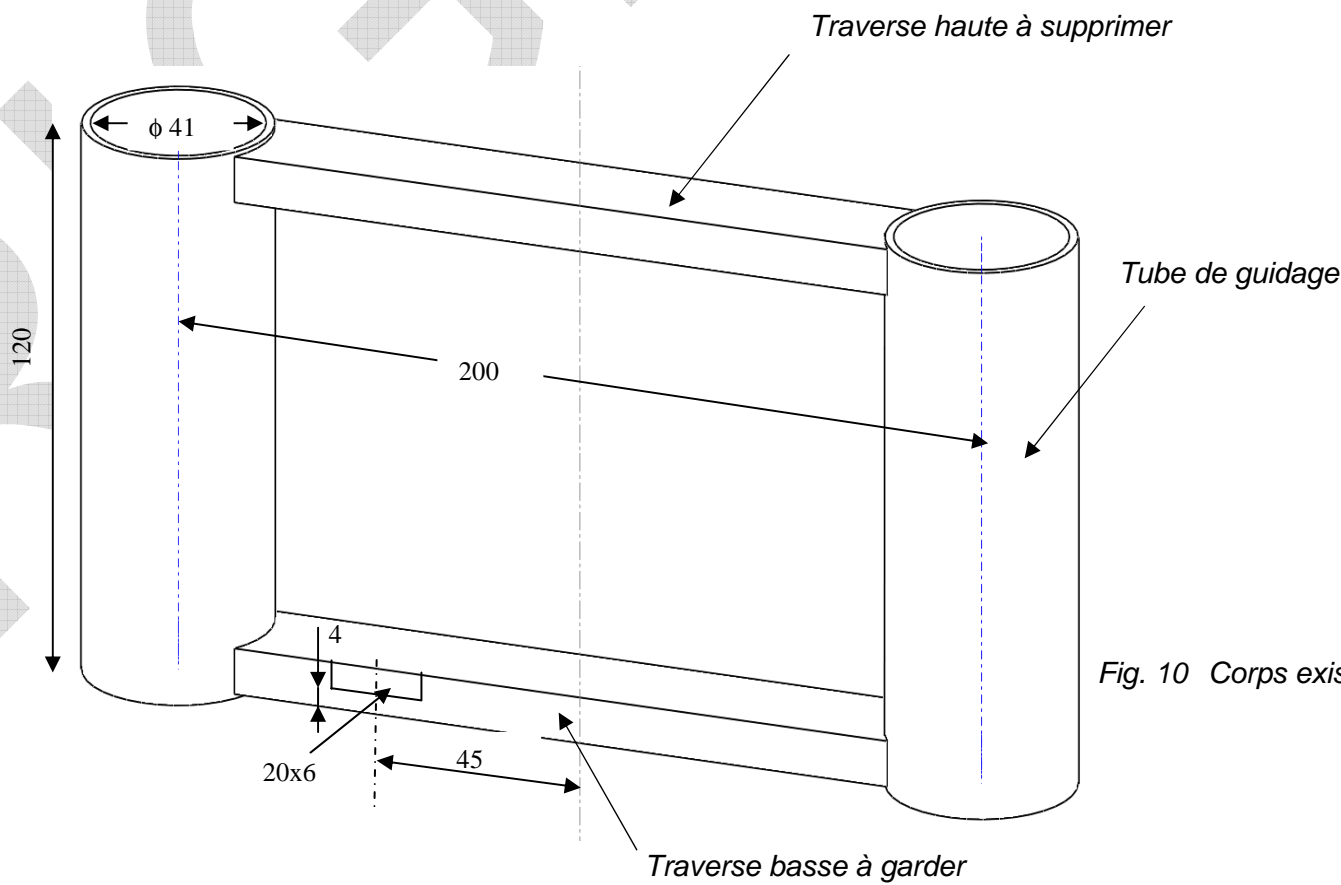

Fig. 10 Corps existant
- mesurer l'entraxe entre les tubes de guidage et le reporter sur la figure 10.
- mesurer le diamètre intérieur des tubes de guidages et le reporter sur la figure 10.
- mesurer la longueur des tubes de guidages et le reporter sur la figure 10.
- mesurer la position de l'index et le reporter sur la figure 10.
En respectant les dimensions reportées sur la figure 10 et les formes définies sur la figure 11, modéliser le corps. Enregistrer sous le nom « **corps fonderie-XXXX.SLDPRT** ».
- En utilisant le fond plan fourni, éditer une mise en plan pertinente sur A3 du « **Corps fonderie-XXXX.SLDPRT** ». Reporter les dimensions de la figure 10. Indiquer le numéro de candidat.